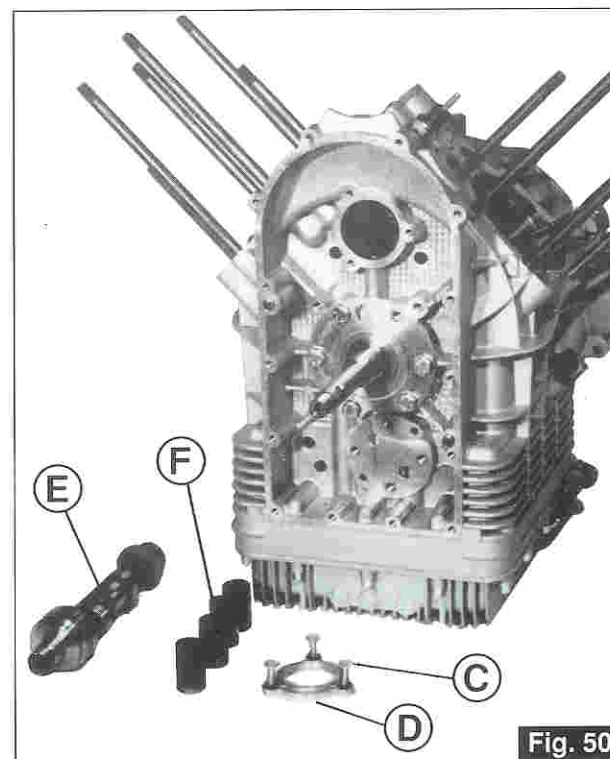

Fig. 50
- Svitare le 3 viti «C» della flangia «D» di tenuta dell'albero a camme «E» ed estrarre l'albero a camme dopo aver sfilato dalle relative sedi le punterie «F» (Fig. 50).
- Unscrew the 3 screws «C» on flange «D» that holds camshaft «E». Draw out tappets «F» (Fig. 50) from their seats and then the camshaft.